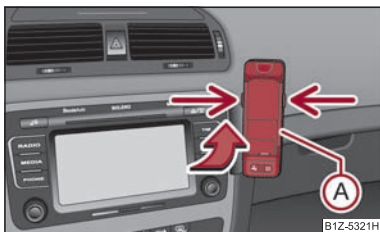

Fig. 124 Adaptare universală pentru telefon
- Împingeți mai întâi adaptorul (A) în sensul săgeții ⇒ **fig. 124** în suport. Apăsați ușor adaptorul pentru a vedea dacă s-a fixat.
- Așezați telefonul în adaptorul (A) (conform instrucțiunilor producătorului).
- Apăsați simultan elementele de blocare laterale ale suportului ⇒ **fig. 124** și scoateți telefonul cu adaptorul.